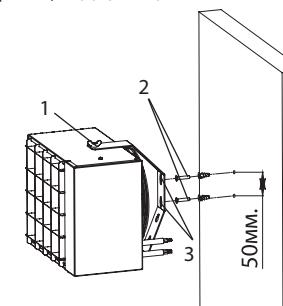
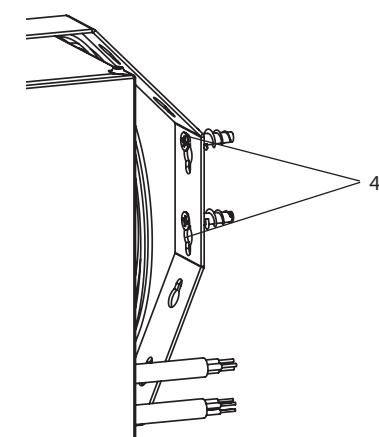

Рис.5 – Монтаж прибора на стену
Рис.6 – Паз фиксации на кронштейне подвеса
2) Подвесить прибор (1) совместив шляпки дюбель-гвоздей (2) (не входят в комплект поставки) с проходными отверстиями на кронштейне подвеса (3) (Рис. 5) Сместить в паз для фиксации (4). (Рис. 6)